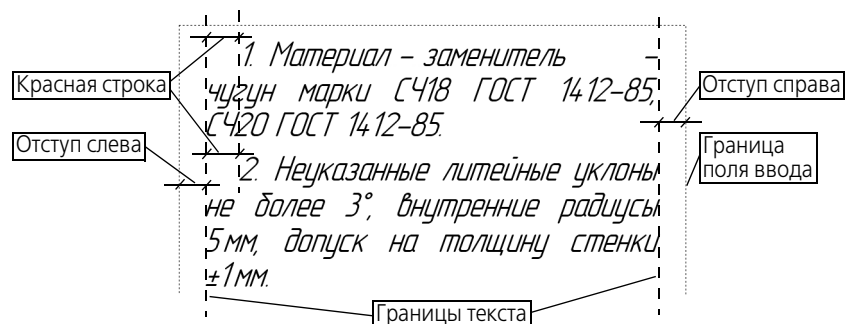

Рис. 68.5. Расположение текста на странице
Красная строка	Отступ первой строки абзаца. Это расстояние измеряется от границы текста (см. рис. 68.5). При создании нового абзаца курсор автоматически устанавливается в позицию с заданным отступом.
Отступ слева Отступ справа	Расстояния между левой и правой границами поля ввода и соответствующими границами текста (см. рис. 68.5).
* Положение начала первой строки абзаца задается значением красной строки (см. рис. 68.5).